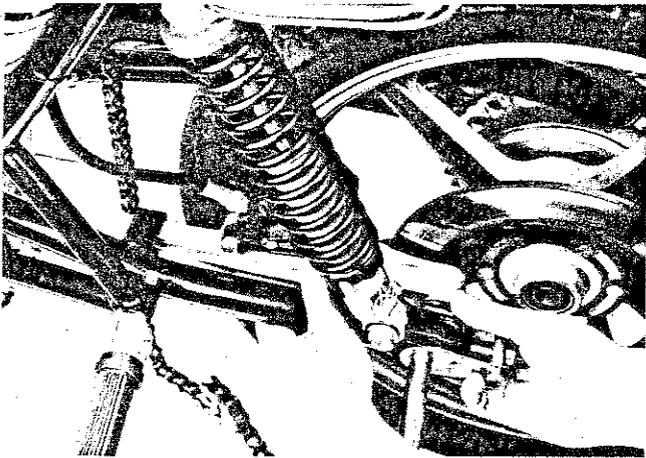

Fig. 201
- 5) Far arretrare la ruota in modo che sia possibile sfilare l'estremità della staffa supporto pinza freno dal ponte saldato al forcellone (Fig. 201).
- 5) Pull the wheel rearwards so that it is possible to withdraw the end of the caliper plate from its securing bracket welded to the swinging arm (Fig. 201).